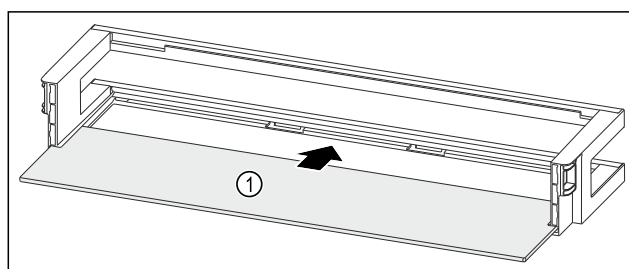

Fig. 238 Dveřní přihrádka s odkládací plochou
- ▶ Odkládací plochu Fig. 238 (1) zasuňte do bočních vybrání.